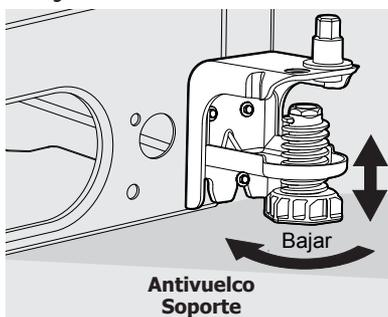

Figura 4 (algunos modelos)
4. Algunos modelos están equipados con un soporte anti-vuelco (Figura 4). Bájelo hacia la derecha hasta que haga contacto con el suelo.